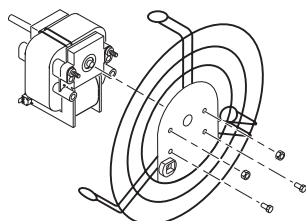

Figure 11 - Retrait ou installation de la grille de protection du moteur
4. Retirez les deux écrous et deux vis qui fixent la grille de protection du ventilateur au moteur avec un tourne-écrou. Retirez la grille de protection du ventilateur du moteur (voir figure 11).